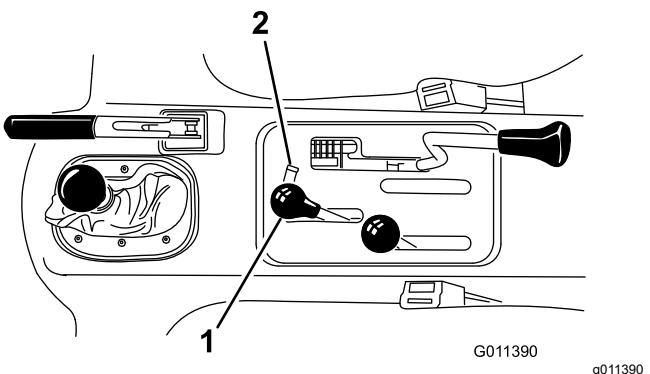

Figura 16
- Se il vostro veicolo Workman ha numero di serie 240000001 o superiore, spostate la leva di sollevamento idraulico (Figura 16) avanti e indietro.